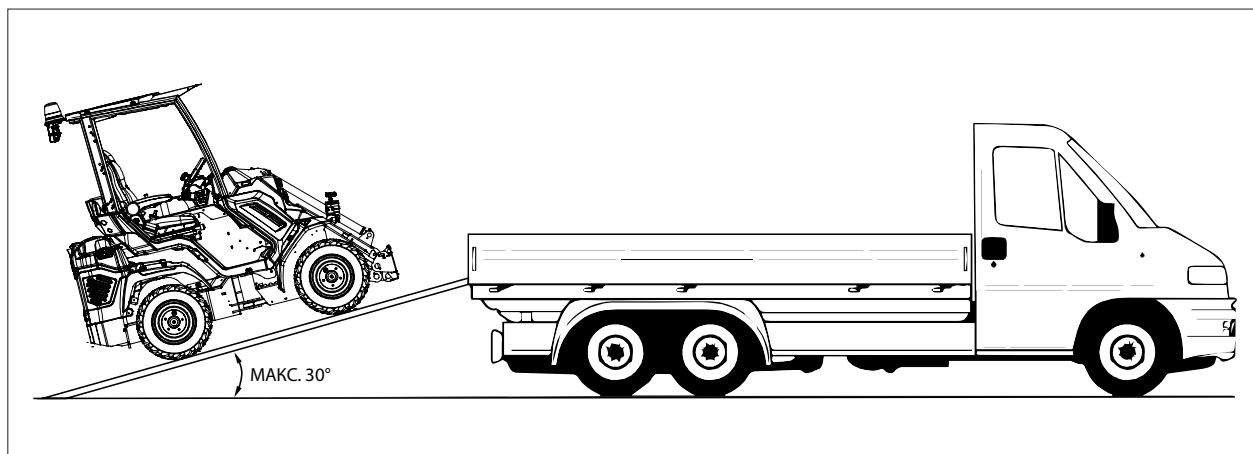

РИС. 19
- 4) Рекомендуется разместить машину на транспортировочный прицеп так, чтобы центр тяжести располагался ближе к передней части (часть со сцепным устройством) прицепа (см. РИС. 19).